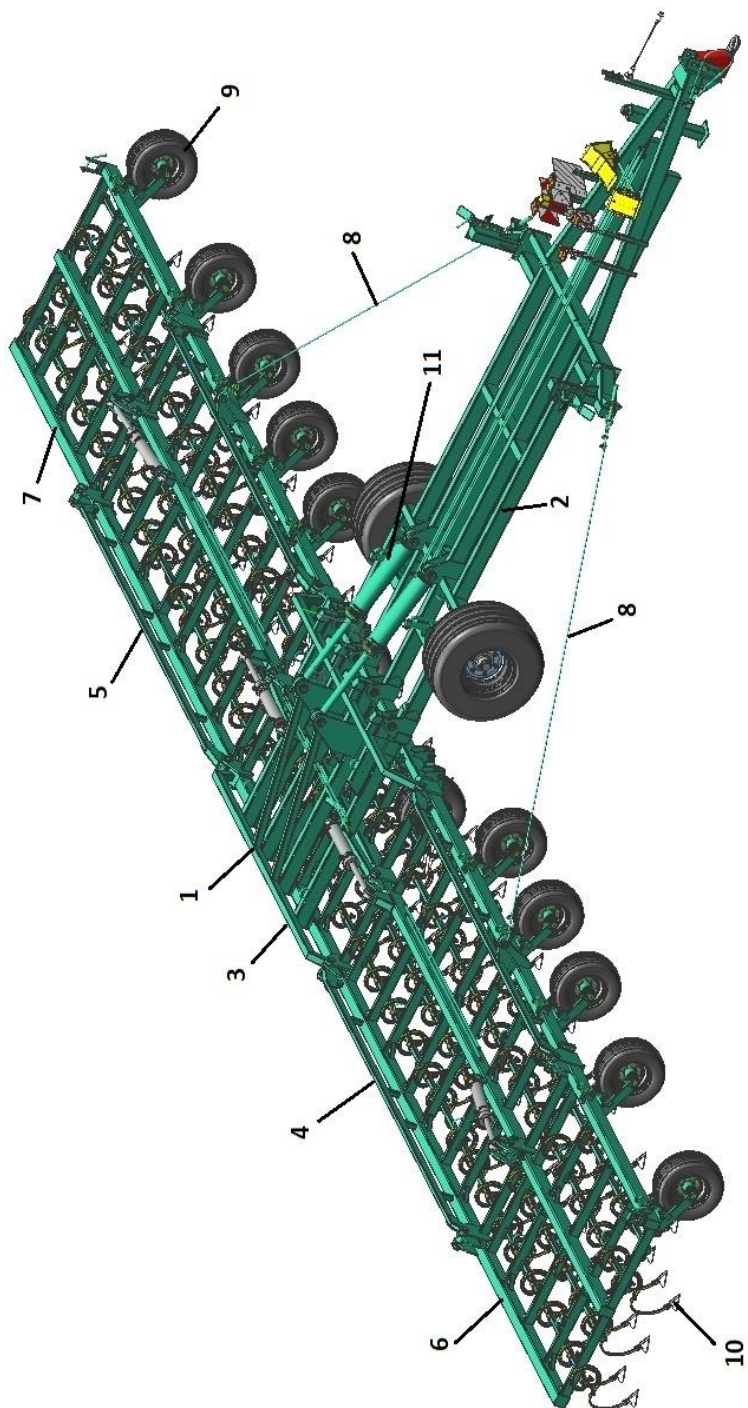

Рисунок 1 – Общий вид культиваторов в рабочем положении
3.1 Культиватор КПМ-14П / КПМ-16П представляет собой полуприцепную машину, состоящую из рабочего полотна 1 (рисунок 1), транспортной тележки 2, стяжек крыла 8, гидросистемы 11.
4.1.6 Установить растяжки и подтянуть с помощью винтов (см. рис.1).